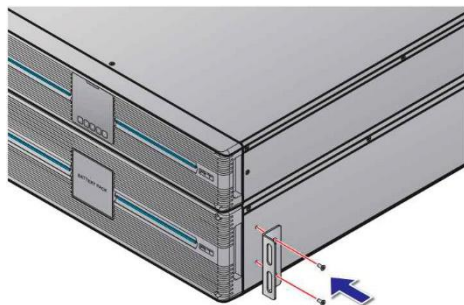

Рисунок 6-1. Крепление кронштейна к ИБП
- 1 Прикрепите входящие в комплект кронштейны к боковым монтажным отверстиям ИБП. См. **рис. 6-1**.